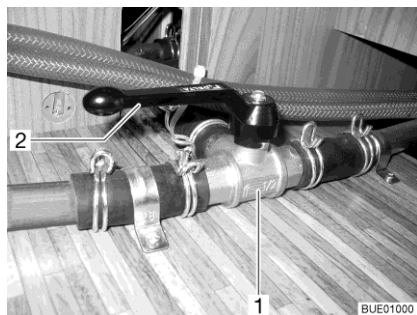

Fig. 213 Valvola a 3 vie
- Posizionare la leva (Fig. 213,2) della valvola a 3 vie (Fig. 213,1) parallela alla direzione di flusso diretta (Fig. 213).
- Posizionare la leva (Fig. 213,2) della valvola a 3 vie (Fig. 213,1) trasversale alla direzione di flusso diretta.